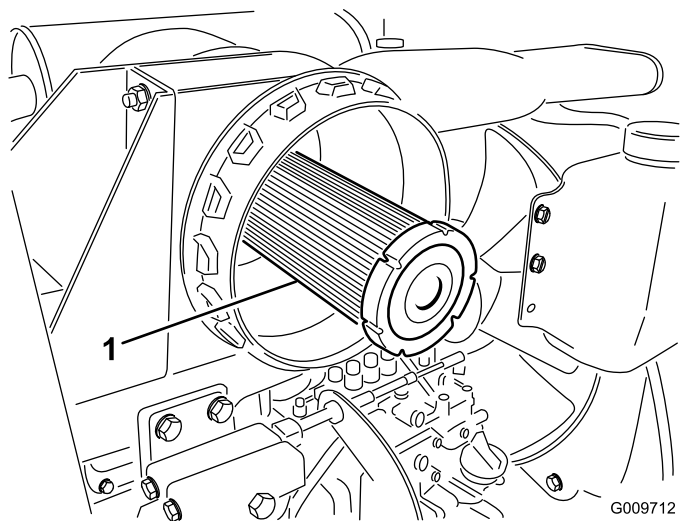

Figura 52
**Importante:** Nunca tente limpar o filtro de segurança (Figura 52). Substitua o filtro de segurança após três operações de manutenção do filtro primário.